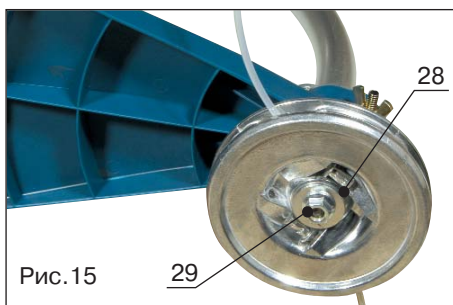

Рис.15
- Уложите катушку с леской, а затем на неё прижимную шайбу (поз.28, рис.15)
- Затяните с помощью специального ключа фиксирующую гайку (поз.29, рис.15) (правая резьба!)